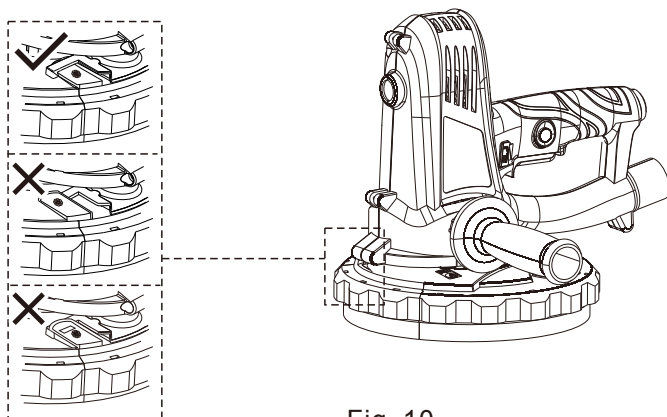

Fig. 10
- > Depois da operação, recoloca o segmento (10b) na proteção (10). Assegure-se de que o botão de desbloqueio (10c) está devidamente acoplado na sua posição (Fig. 10).